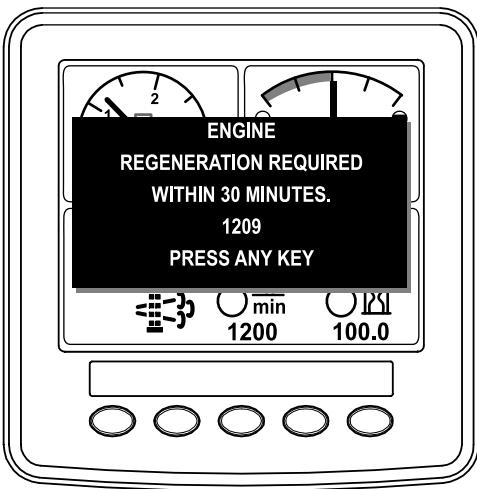

Figura 46
- Si hace caso omiso de la solicitud de una regeneración con la máquina aparcada (mostrada en el InfoCenter) y sigue utilizando la máquina (Figura 46), se puede acumular una cantidad crítica de hollín en el DPF.